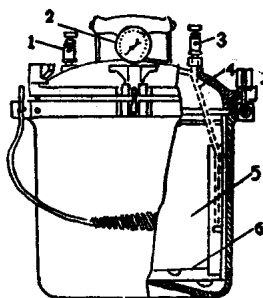

图6 手提式高压蒸气灭菌器
1. 构造及作用原理 高压灭菌器是应用最广，效率最高的灭菌器。其种类有手提式、直立式及横卧式等，其构造和作用原理基本相同（图6）。